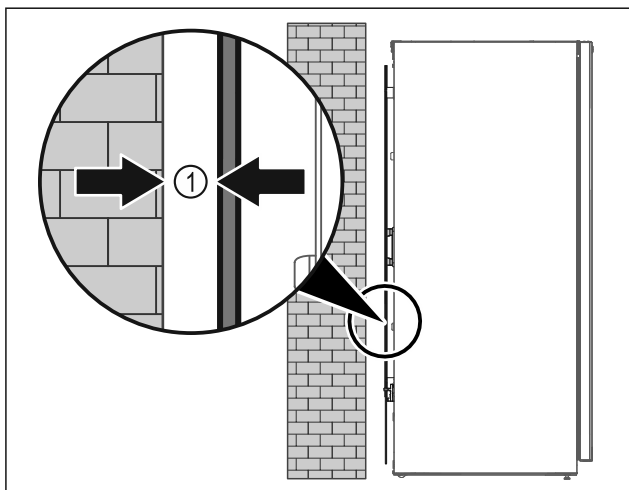

Fig. 6
- ▶ Állítsa fel a készüléket szabadon a helyiségben, vagy közvetlenül a fal mellé legalább 5 mm Fig. 6 (1) minimális távolságban.